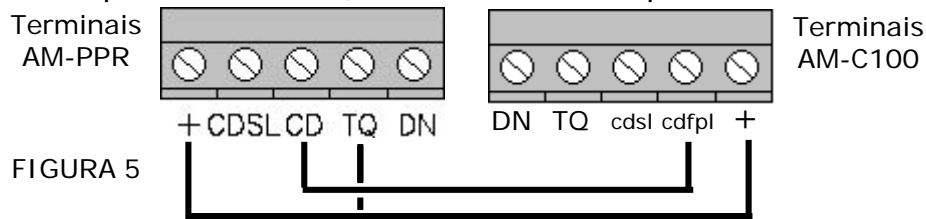

FIGURA 5
Para instalar o porteiro AM-PPR com apenas uma tecla reservada para chamar a central AM-C100 é necessário colocar o "JUMPER" J1 e retirar o "JUMPER" J2 existente na placa do porteiro, depois ligue os terminais (1) ou (T) de cada interfone nos terminais dos módulos de teclas referentes aos apartamentos e o terminal (TQ) da central no terminal referente a uma tecla que deve ser reservada para central. Interligue os pontos (+) e (CD) do porteiro AM-PPR aos pontos (+) e (CDFPL) da central AM-C100 (vide FIGURA 5/pág. 7). Utilize um cabo multipar com fio #24AWG para interligar os pontos, exceto pelo positivo que deve ser reforçado utilizando 3 ou 4 pares.